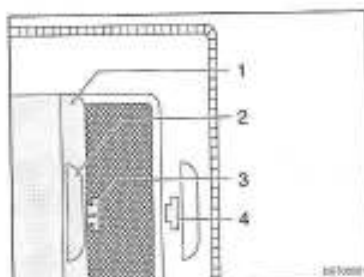

Fig. 54 Store occultant
- Tirer le store occultant (Fig. 54,1) par la poignée (Fig. 54,2) et accrocher le crochet (Fig. 54,3) dans l'ouverture (Fig. 54,4).
- Tirer le crochet (Fig. 54,3) de l'ouverture (Fig. 54,4) et laisser revenir le store occultant.